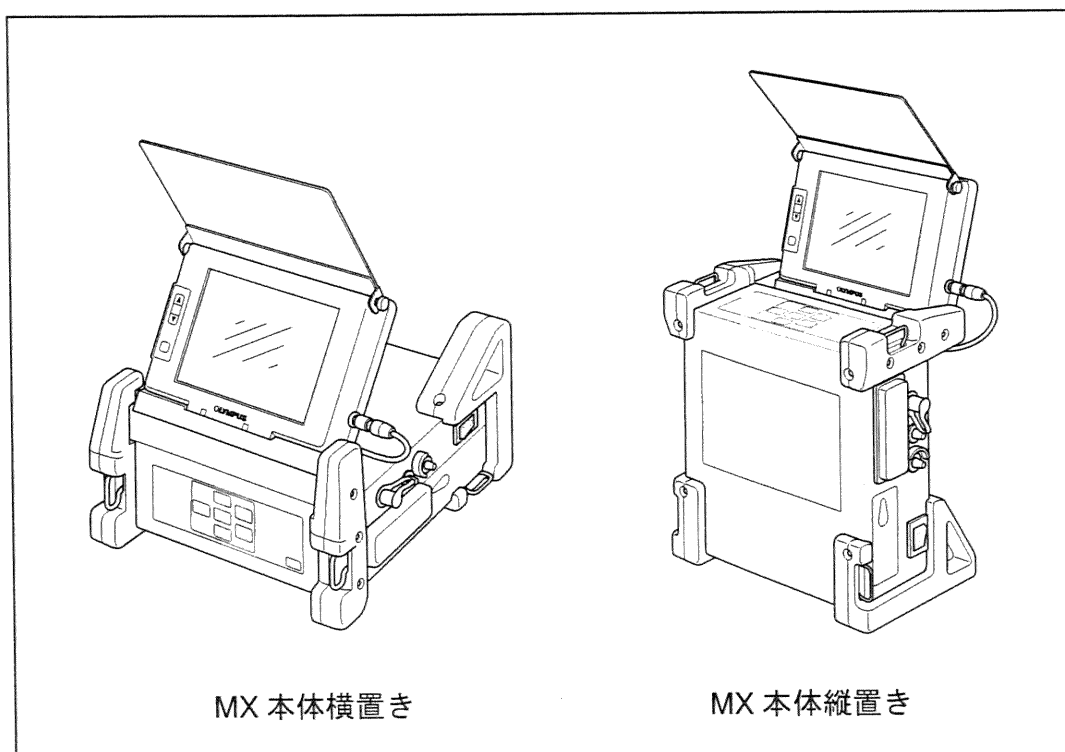

図 3.5
1. IPLEX MX 本体を、平らな場所に、がたつかないように置いてください。本体は横置きと縦置きの2方向に置くことができます（図 3.5 参照）。